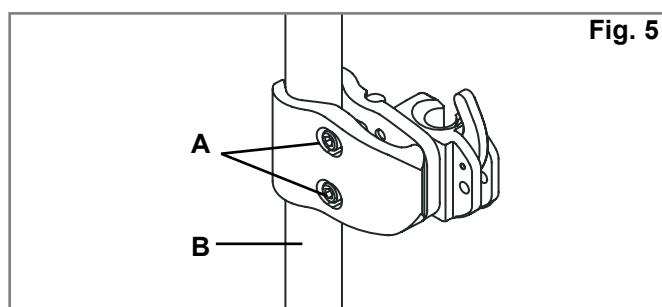

Fig. 5
3. Sæt beslagene på. (Fig. 5)
- a. Skru spændeskruerne (A) løs ved hjælp af den medfølgende 4 mm-unbrakonøgle. BEMÆRK – Ved store rørdiametre skal spændeskruerne muligvis fjernes helt.
- b. Fastgør og indstil beslagene på kørestolens ryglænsrør (B).
- c. Spænd spændeskruerne (A) med hånden. BEMÆRK – Beslagene kræver muligvis yderligere sidejustering for at sikre, at de sidder korrekt i forhold til hinanden.